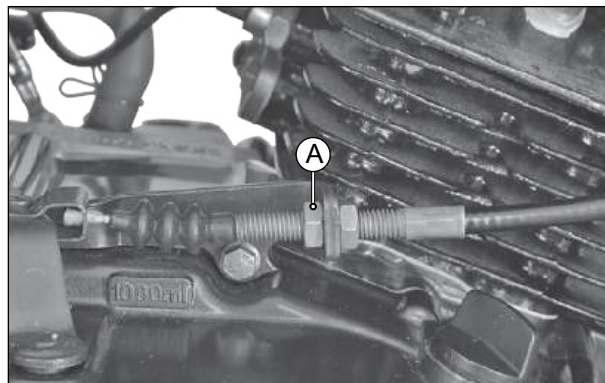

Fig. 2.12
- Solte totalmente a contraporca (A) do cabo da embreagem. (Fig. 2.12)